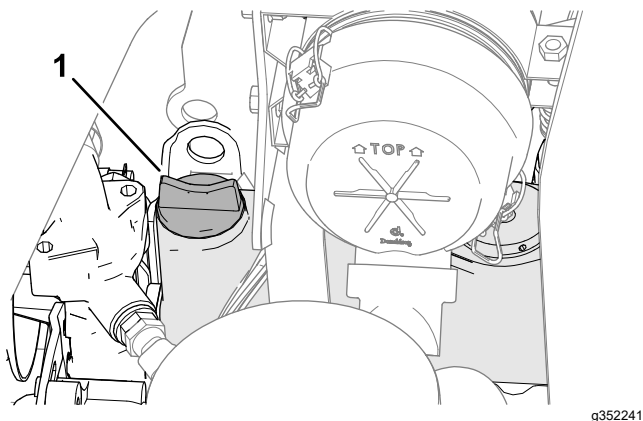

**Figura 63**
3. Retire a vareta (Figura 63) e limpe-a com um pano limpo.